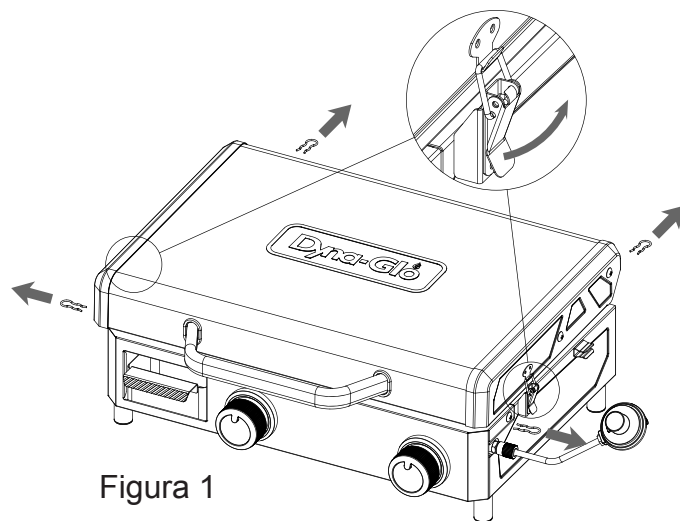

Figura 1
1. Asegúrese de que todas las perillas de control estén en la posición apagado OFF (O), que la válvula de suministro de gas esté cerrada y que el regulador de gas esté desconectado del suministro de gas.
2. Desbloquee los dos pestillos de la tapa y retire las cuatro abrazaderas de bloqueo de los pasadores, y retire la tapa y la plancha como se ilustra en la figura 1.